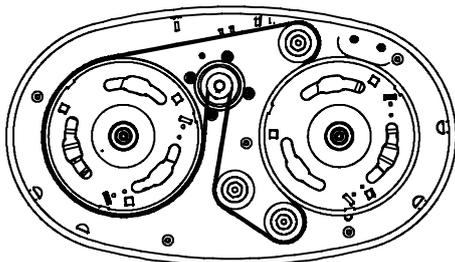

ABB. 69
- Führen Sie den neuen Riemen wie abgebildet ein (Abbildung 69).